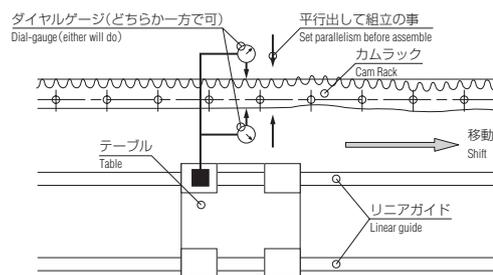

図2 カムラック平行測定方法 Fig. 2 - Measuring procedures for parallelism of Cam Rack -
- リニアガイドとカムラックの平行出しを行います。(図2参照)
Check parallelism between linear guide and Cam Rack (refer to Fig. 2).